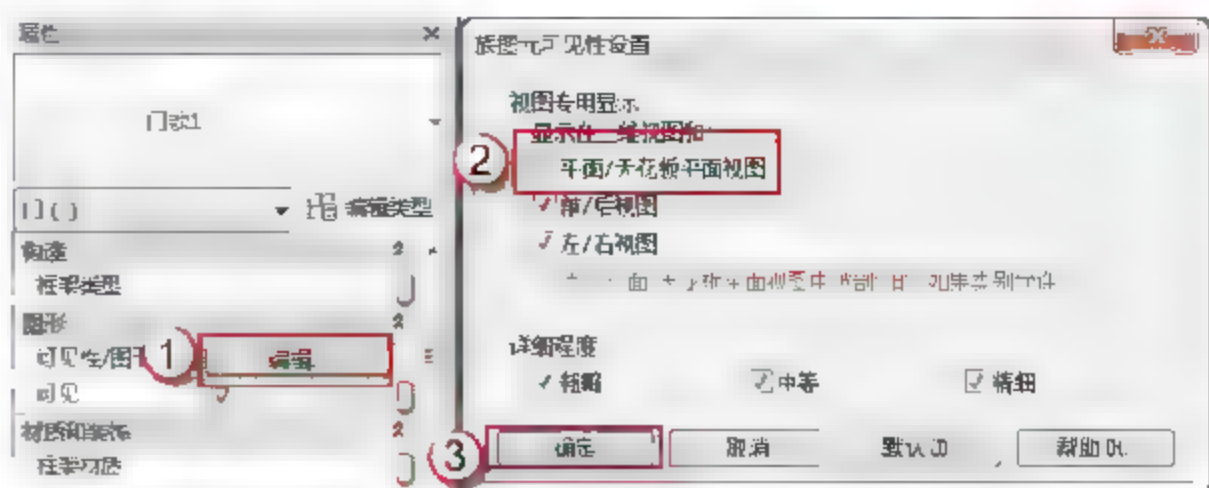

图 6.1.113 修改门锁 1 的可见性
(31) 修改门锁 1 的可见性。在门锁的“属性”面板中,选择“图形”栏“可见性/图形替换”后的“编辑”按钮,弹出“族图元可见性设置”对话框,取消“平面/天花板平面视图”复选框的选择,单击“确定”按钮,如图 6.1.113 所示。